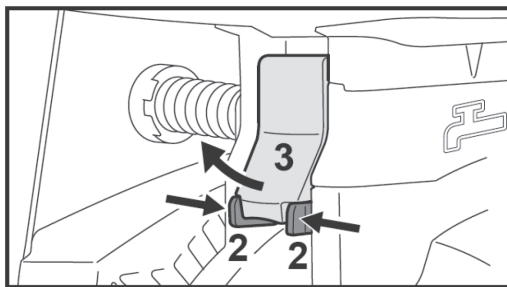

Рис. 23
Нажмите на края защелки (2) и потяните защелку (3) наружу (рис. 23).
- Снимите защелки бака для химикатов, как это было описано выше (рис. 23).